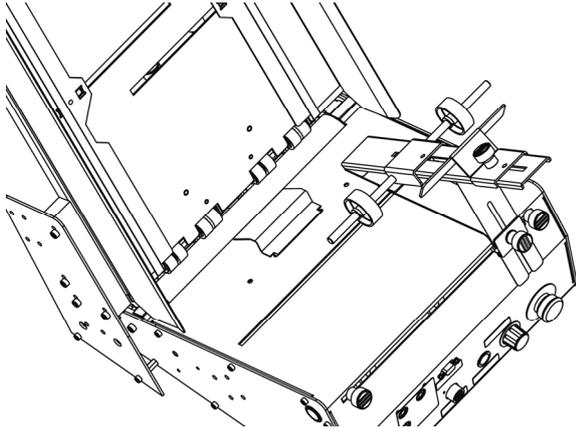

Abbildung 17: Verwendung von einem Winkel
- Setzen Sie den Winkel in die mittleren Löcher der Kontaktplatte ein. Dazu müssen die Papierstütze evtl. verschieben. (siehe Abbildung 17).